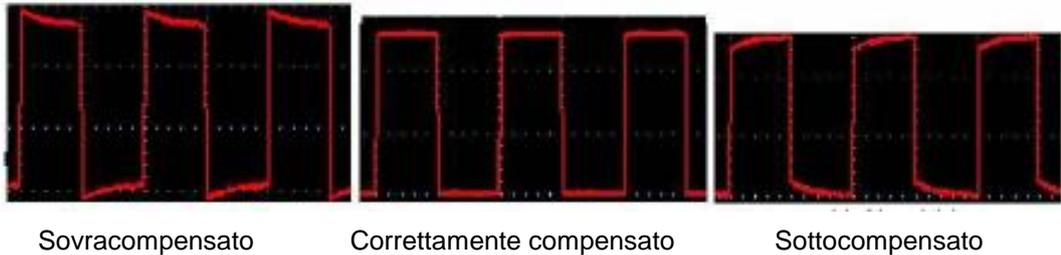

Fig. 8 Rappresentazione della forma d'onda della compensazione della sonda
2. Controllare le forme d'onda visualizzate e regolare la sonda fino a ottenere una compensazione corretta (vedere **le figure 8 e 9**).